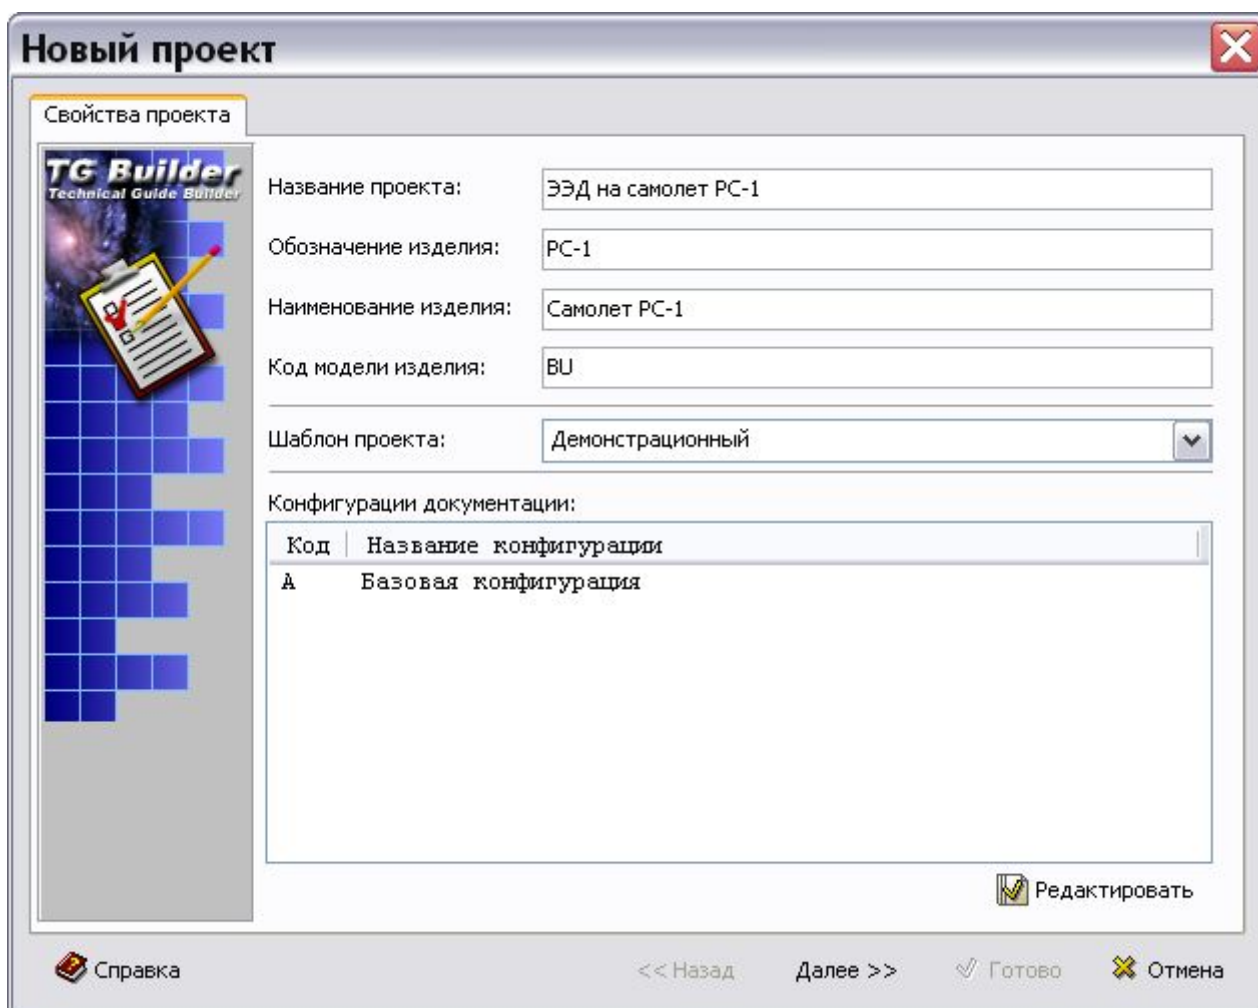
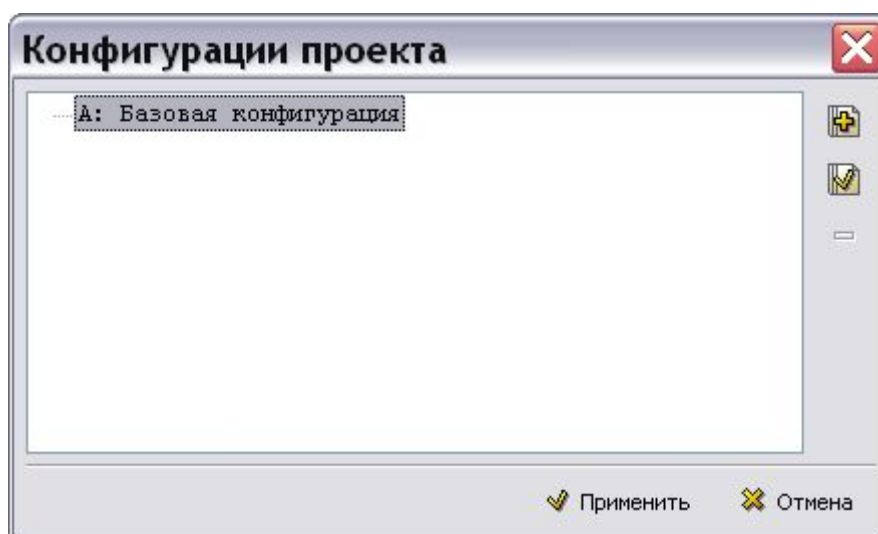

Рис. 2.18
Рис. 2.19
В диалоговом окне **Новый проект** на вкладке **Свойства проекта** введите в соответствующие поля (Рис. 2.18):
Для добавления конфигурации нажмите кнопку **Редактировать** в нижней правой части вкладки **Свойства проекта** (Рис. 2.18). При этом откроется окно **Конфигурации проекта** (Рис. 2.19).
2. Нажмите на кнопку **Применить** для возврата в диалоговое окно **Новый проект** на вкладку **Свойства проекта**. Данная вкладка должна выглядеть, как показано на Рис. 2.18.